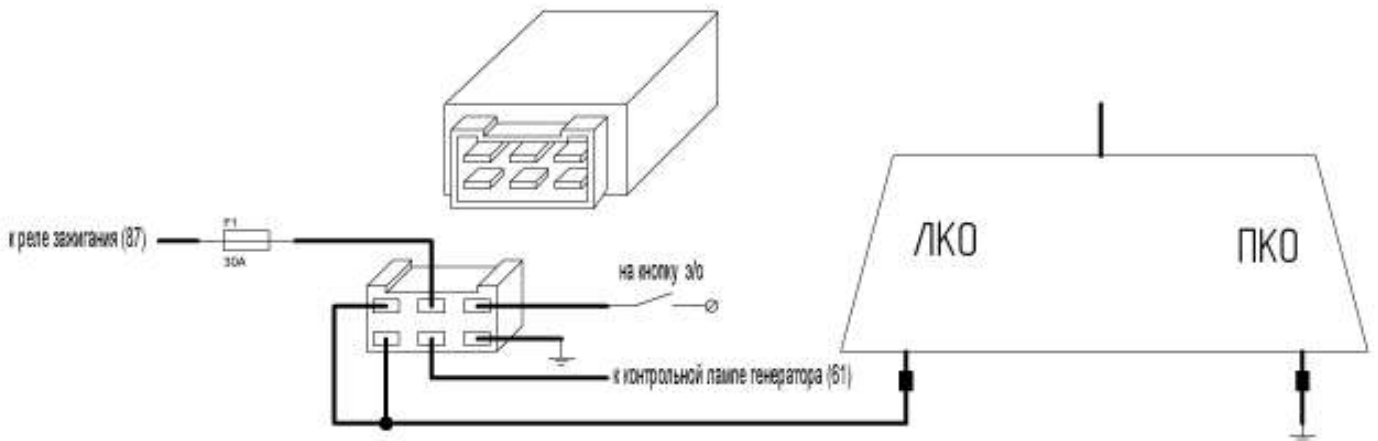

Рисунок 2: Альтернативная схема подключения - "Юг"
7. Алгоритм работы Реле при подключении по схеме "Юг" (см.рис.2 - альтернативная схема):